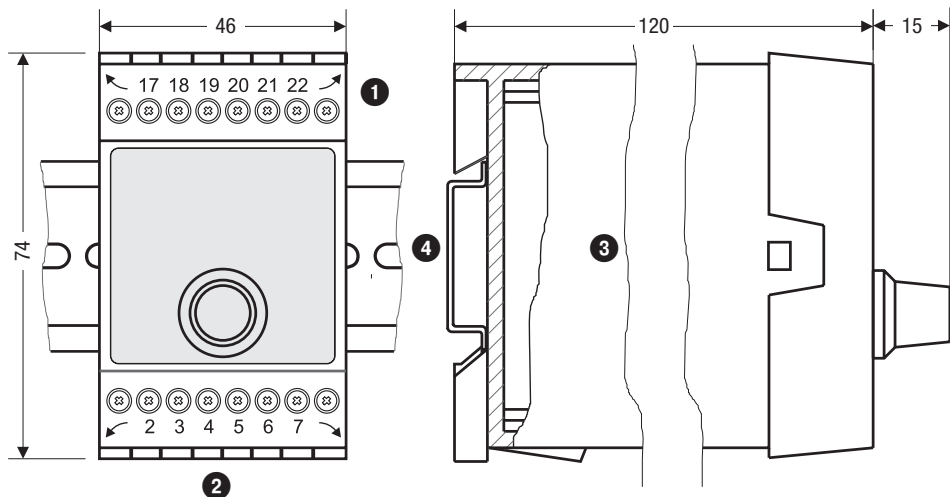

Fig. 3
I regolatori di conduttività LRR 1-50, LRR 1-51 sono agganciati su guida simmetrica tipo TH 35, EN 60715 in quadri di controllo **Fig. 3** ❹.